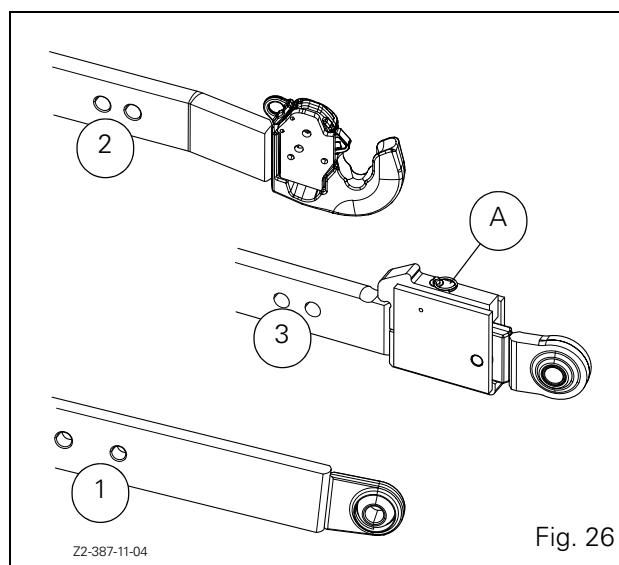

Fig. 26
- Faste trækarme med bærekugler (1 Fig. 26)
- Trækarme med gribekløer og kugler (2 Fig. 26)
- Teleskoptrækarme (3 Fig. 26) (kun visse lande)